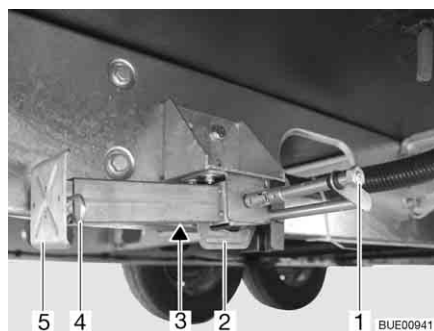

Fig. 23 Apoyo de elevación
- Colocar la llave de vaso en el hexágono (Fig. 23,1) y girarla hasta que el apoyo de elevación quede verticalmente hacia abajo.
- En caso de que la longitud del apoyo de elevación sea ajustable, extraer la clavija hendida (Fig. 23,4) de la prolongación del pie de apoyo (Fig. 23,5).
- Colocar la llave de vaso en el hexágono (Fig. 23,1) y girarla hasta que el apoyo de elevación esté de nuevo libre del suelo.
- Introducir totalmente la prolongación del pie de apoyo (Fig. 23,5) e introducir la clavija hendida (Fig. 23,4) en el orificio previsto para ello que hay en la prolongación del pie de apoyo.
- Girar el hexágono (Fig. 23,1) hasta que el apoyo de elevación se haya girado hacia arriba y la guía (Fig. 23,2) tenga contacto con el extremo de la ranura (Fig. 23,3).